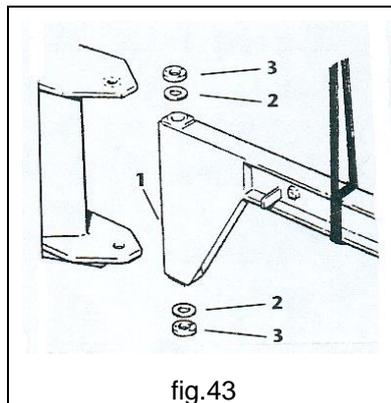

fig.43
2. Fixez le bras sur la console support et positionner au sommet du tube 1 le disque de friction 2 et le disque de pression 3, et opérer de la même façon en partie basse (fig. 43).